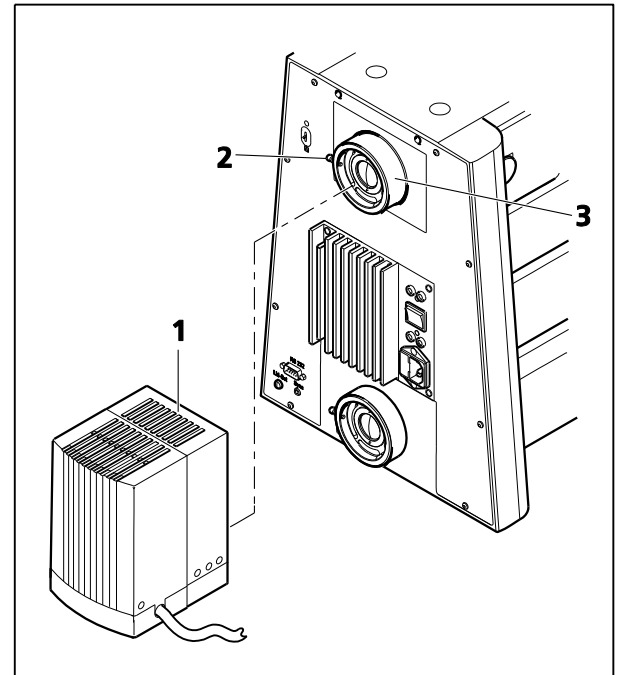

Fig. 53 Montage du dispositif d'éclairage HBO 100
- Retirer le cache de la prise de lumière réfléchi (Fig. 53/3).
- Insérer la queue d'aronde du boîtier de la lampe (Fig. 53/1) dans la prise de lumière réfléchi (Fig. 53/3) à l'arrière de l'appareil et serrer la vis de serrage (Fig. 53/2) à l'aide d'un tournevis à tête sphérique de 3 mm.